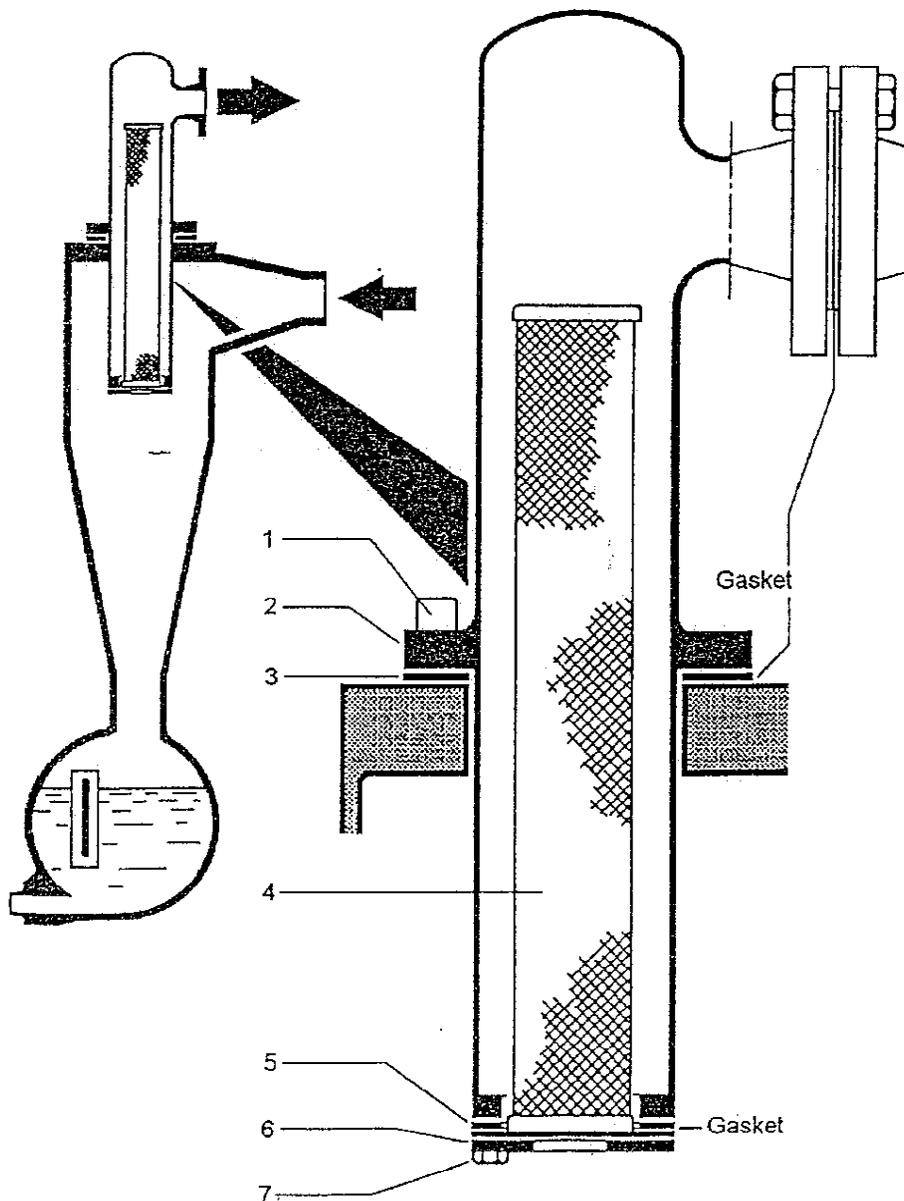

Fig. 17 SIL 6 en separador de aceite para compresores.
47. Para los compresores que utilizar NH3 el filtro SIL6- ver Fig. 17- en el separador de aceite deberá ser reemplazado si la caída de presión a través del filtro excede de 100 kPa (1.0 bar).